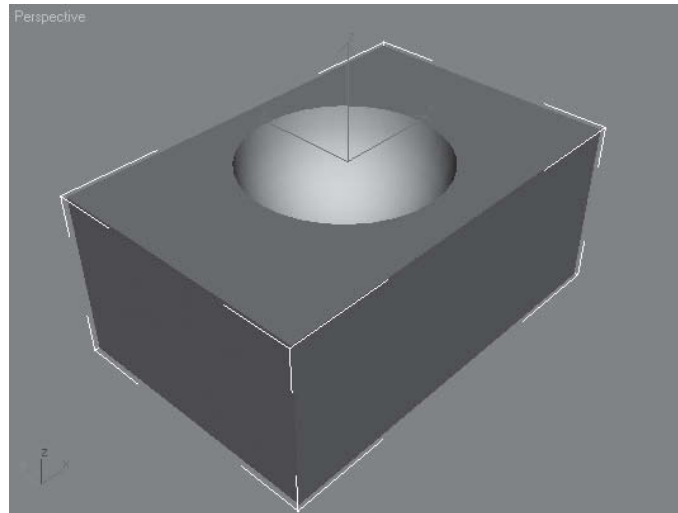

Fig.2.95
- 6 La boîte est creusée par la sphère et la couleur du creux est celle de la sphère (vert) (fig.2.95).